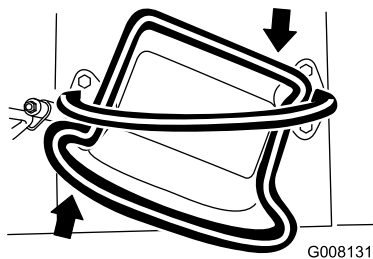

Figure 8
- Pour tourner à droite, tournez la commande de déplacement dans le sens horaire (Figure 8).